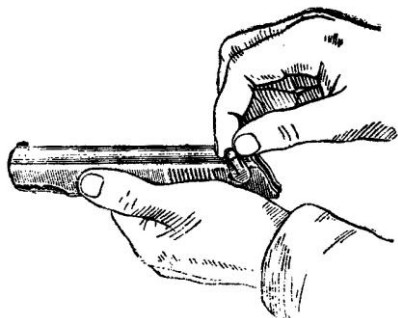

Рис. 20. Присоединение предохранителя к затвору
3) **Присоединить ударник и предохранитель к затвору.** Взять затвор в левую руку задним концом к себе и вложить ударник в канал затвора так, чтобы его срез в задней части был обращен к гнезду для предохранителя. Большим и указательным пальцами правой руки вставить предохранитель в гнездо затвора (рис. 20) и повернуть его флажок вниз до отказа.